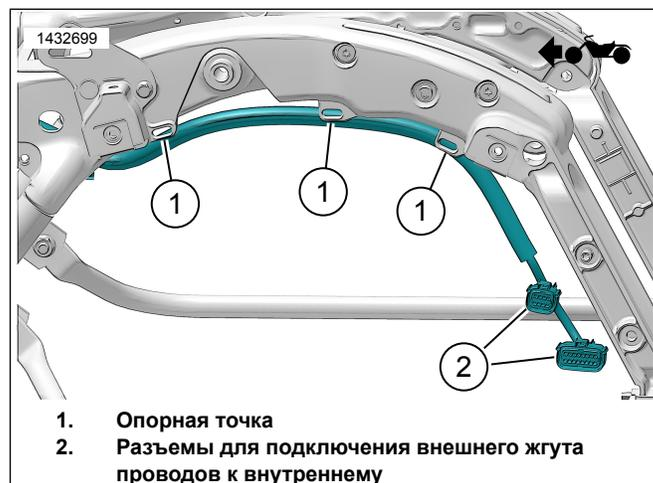

Рисунок 10. Прокладка внешнего жгута проводов (стандартная)
1. См. рис. 10. Проложите внешний жгут проводов кофра вдоль рамы. Свободно закрепите жгут проводов на опорных точках (1) с помощью стяжек кабеля. Не затягивайте стяжки кабеля.
См. рис. 10. Подключите внешний жгут проводов кофра к внутреннему жгуту проводов (2) на кофре.
- См. рис. 10. Проложите внешний жгут проводов кофра вдоль рамы. Свободно закрепите жгут проводов на опорных точках (1) с помощью стяжек кабеля. Не затягивайте стяжки кабеля.